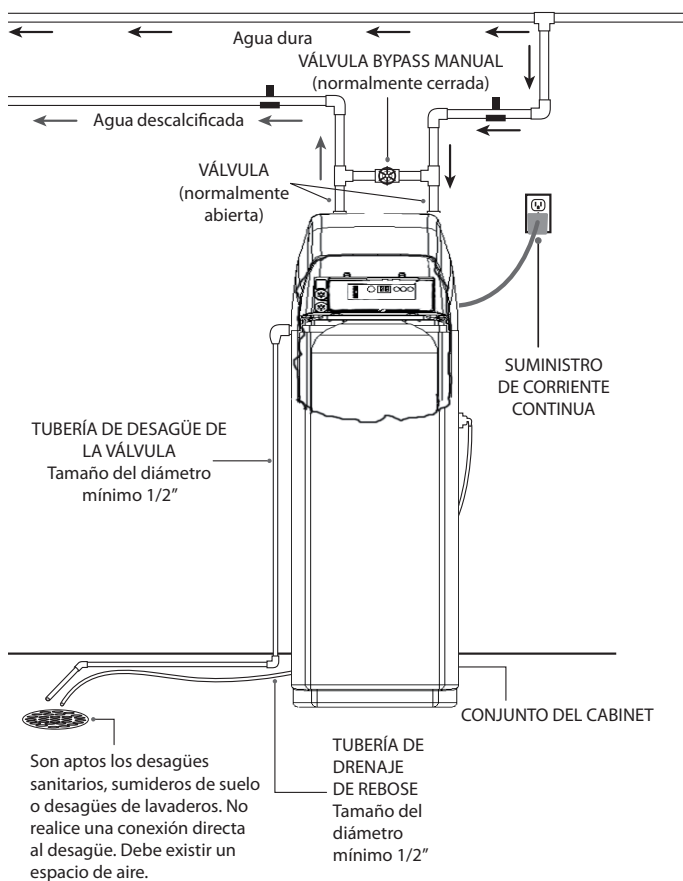

Figura 5
5. Interrumpa el suministro de agua a la vivienda. Abra el grifo del sistema de fontanería situado más arriba y, a continuación, el situado más abajo (no se puede trabajar con las tuberías llenas de agua). Realice las modificaciones necesarias en los conductos para conectar el filtro al sistema de fontanería de la vivienda (consulte la figura 5).